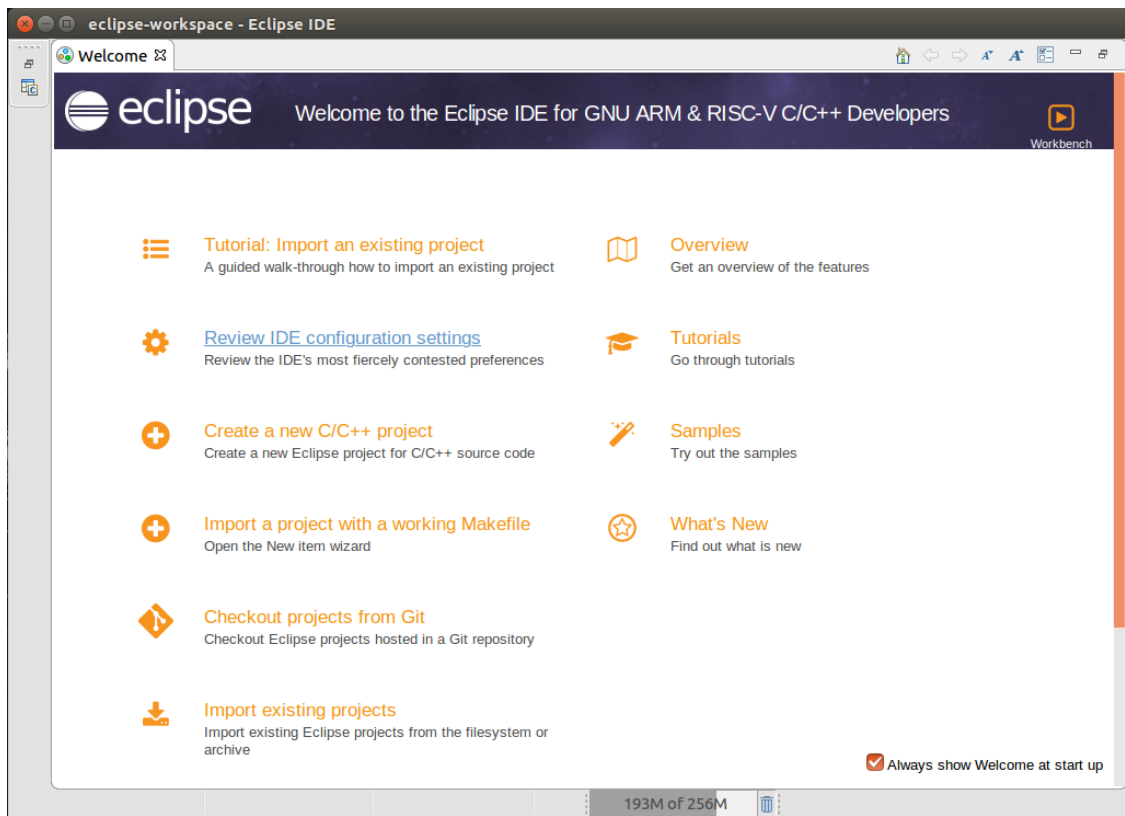

图4.3.4 进入 Eclipse 界面
4. 设置好 Workspace 目录后，单击 Launch，将会启动 Eclipse，进入 Welcome 界面，如图 4.3.4 所示。